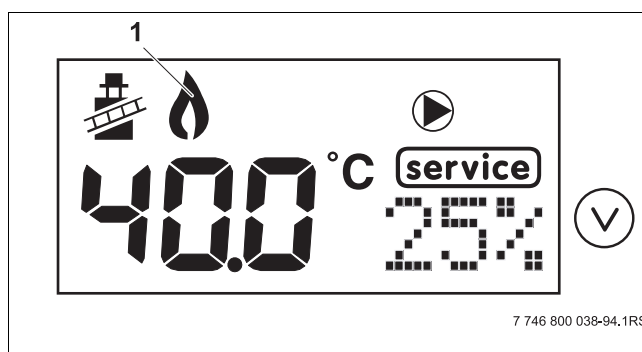

Fig. 54 Schoorsteenvegerbedrijf
- Wanneer het brandericoon "🔥" (fig 54, **pos. 1**) op het display gaat branden dient u één minuut te wachten, totdat het cv-toestel met laaglast brandt.